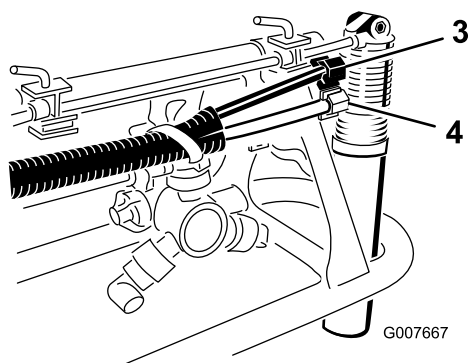

Bild 8
8. Finden Sie die Schaumdüsen in den losen Teilen. Befestigen Sie eine Düse an der Befestigungsstange, wie in Bild 8 abgebildet.